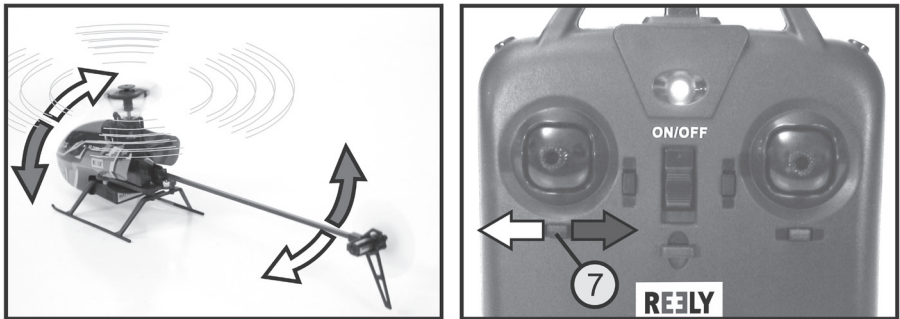

Figure 14
Si vous voulez que l'hélicoptère tourne avec le nez du fuselage vers la droite, appuyez sur le bouton de trim pour la fonction Arrière (voir aussi figure 1, pos. 7) vers la gauche. Maintenez la touche enfoncée jusqu'à ce que le modèle ne tende plus à tourner vers la droite (voir flèches claires de la figure 14).
Si le nez du fuselage tourne vers la gauche, le bouton de trim pour la fonction Arrière doit être poussé vers la droite (voir la flèche foncée de la figure 14).
| L'hélicoptère tourne autour de l'axe de giration (arbre du rotor). | <ul style="list-style-type: none">• Ajustez les trims du modèle (voir figure 14).• Répétez la procédure de mise en marche en veillant à ne pas déplacer ni tourner l'hélicoptère.• Vérifier la mobilité et le fonctionnement du rotor de queue.• Étalonnage des capteurs de position.• Vérifiez les pales du rotor. |